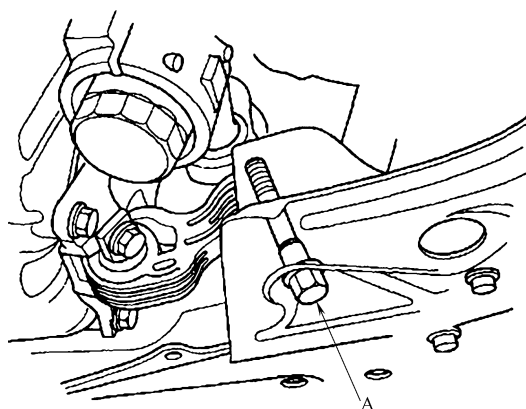

图 23-148 松开底部的扭力杆固定螺栓 A
25) 按照图 23-148 所示，松开底部的扭力杆固定螺栓 A。